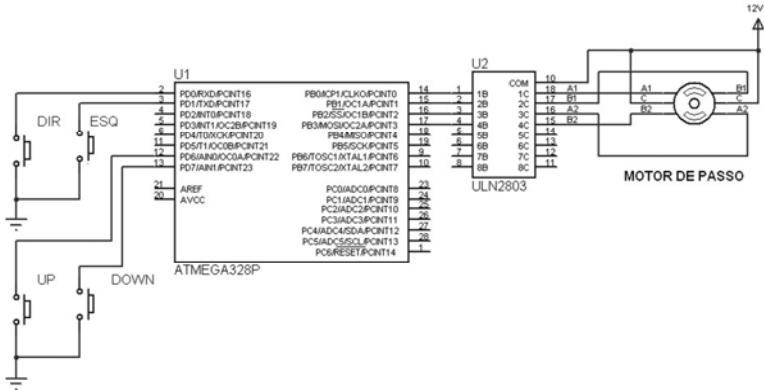

Fig. 9.25 – Controle de um motor de passo unipolar.
9.15 – Elaborar um programa para controlar o motor de passo unipolar da fig. 9.25. Dois botões controlam a direção de rotação e outros dois, a velocidade. Primeiro, deve-se consultar o manual do fabricante do ULN2803 para entender suas características e funcionamento.